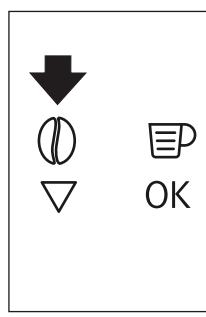

Fig. 15
- ▶ Aparatul este presetat să prepare cafea cu un gust normal. De asemenea, puteți alege cafea cu un gust foarte delicat, delicat, normal, puternic sau foarte puternic. Există, de asemenea, o opțiune pentru cafea pre-râșnită. Pentru a alege gustul dorit, atingeți de mai multe ori tasta (B4) (Fig. 15). Este afișat gustul dorit pentru cafea.